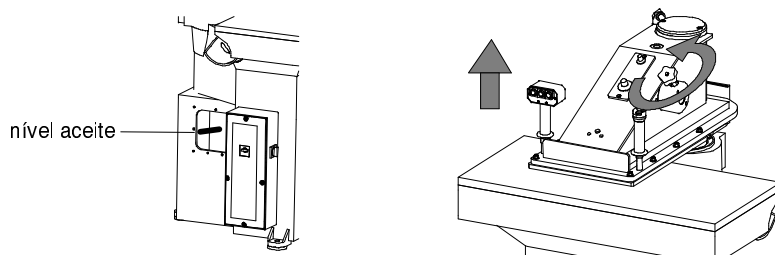

Fig. 8
- Poner aceite hasta alcanzar la línea roja de máximo nivel (izquierda Fig. 8).
- Poner en marcha el motor mediante el interruptor principal, verificando inmediatamente el sentido de rotación de la bomba (el brazo se desplaza hacia el halto). Girar el volantito de regulación brazo en sentido antihorario hasta su parada: de esta forma el brazo se desplazará hacia el alto hasta el límite de su carrera (derecha Fig. 8).